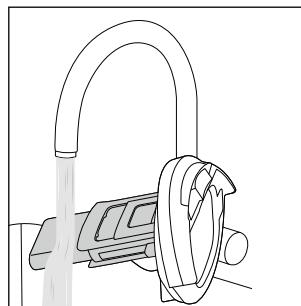

Rys. 23
- ◆ Wyplucz zbiornik na brudną wodę **2** pod ciepłą, bieżącą wodą (patrz rys. 23).